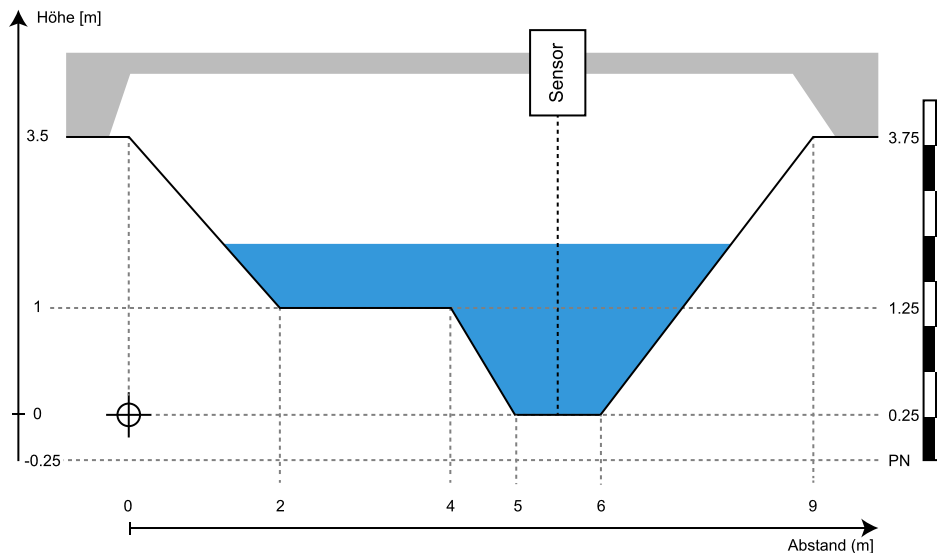

Abbildung 11 Pegelnullpunkt (PN) einer Pegellatte in Bezug auf ein Kanalprofil
Wenn an der Messstelle bereits eine Pegelmessung vorhanden ist, d.h. eine Messlatte oder ein Messfühler, wird empfohlen, den Pegelnullpunkt (PN) der vorhandenen Messung als Referenzwert zu verwenden. Dieser Pegel ist normalerweise eindeutig und dauerhaft definiert. Darüber hinaus vereinfacht die Konsistenz der bestehenden Pegelmessung und der SQ-R-Messung die Interpretation. Wie in Abbildung 11 dargestellt, muss der Pegel des Nullpunkts im Bezugssystem bekannt sein.
In dem in Abbildung 11 gezeigten Beispiel liegt der Nullpunkt bei -0,25 m im Referenzkoordinatensystem des Querschnitts H.